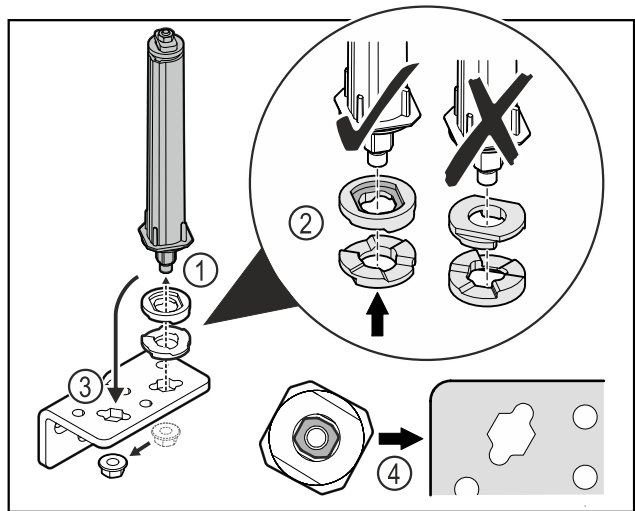

Fig. 16
- ▶ Mutter lösen und Türschließsystem entfernen Fig. 16 (1).
- ▶ Auf die korrekte Ausrichtung der Höhenverstelleiben achten Fig. 16 (2).
- ▶ Türschließsystem im Scharnierwinkel umsetzen und mit der Mutter fixieren Fig. 16 (3).
- ▶ Beim Einsetzen auf die korrekte Ausrichtung des Türschließsystems achten Fig. 16 (4).